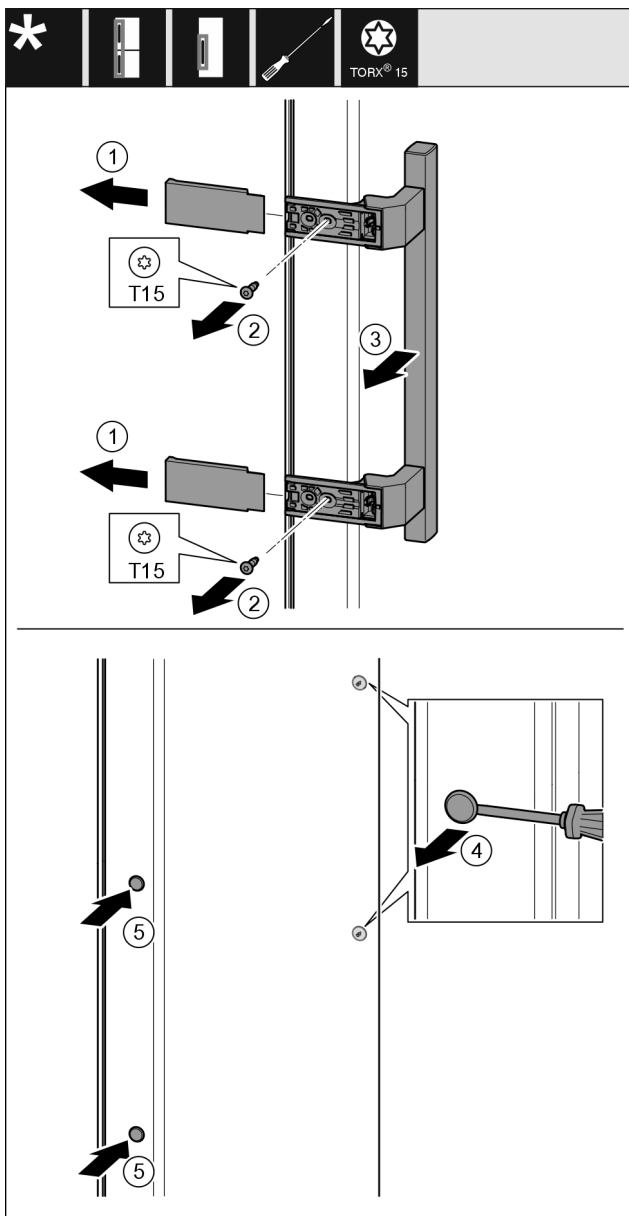

Fig. 21
- Snemite pokrov Fig. 21 (1).
- Izvijte vijake Fig. 21 (2) z izvijačem.
- Snemite ročaj Fig. 21 (3).
- Previdno dvignite stranski čep Fig. 21 (4) s ploščatim izvijačem in ga izvlecite.
- Vstavite čep Fig. 21 (5) nazaj na drugi strani.